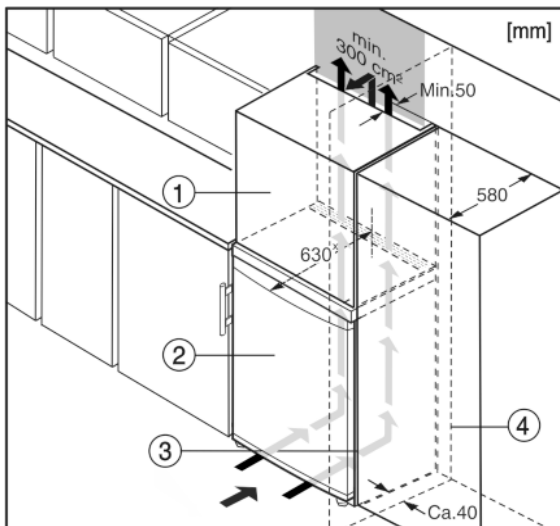

Fig. 5
- (1) Uždedama spintelė
- (2) Prietaisas
- (3) Virtuvės spinta
- (4) Siena
Prietaisą galima montuoti į virtuvės spinteles. Norint prietaisą Fig. 5 (2) priderinti prie nišos aukščio, virš jo galima įrengti uždedamą spintelę Fig. 5 (1).
Kai prietaisas montuojamas į virtuvės spinteles (maks. gylis 580 mm), tuomet prietaisą galima statyti tiesiog šalia virtuvės spintos Fig. 5 (3). Prietaisas išsikišęs iš už virtuvės spintos priekinės dalies 34 mm * šonuose ir 50 mm * prietaiso viduryje.
Jei prietaisas su lankstais statomas greta sienos Fig. 5 (4), mažiausias atstumas tarp prietaiso ir sienos turi būti 40 mm. Tai atitinka rankenų išsikišimą esant atvertoms durims.